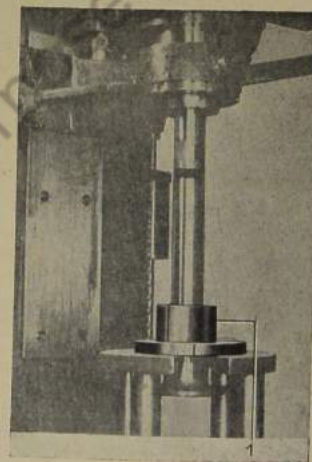

Bild 341: Laufbuchse zum Schrägrad für 4. Gang abpressen
15. Laufbuchse zum Schrägrad für 4. Gang mit Sonderwerkzeug Nr. 1207 abpressen (Bild 341).